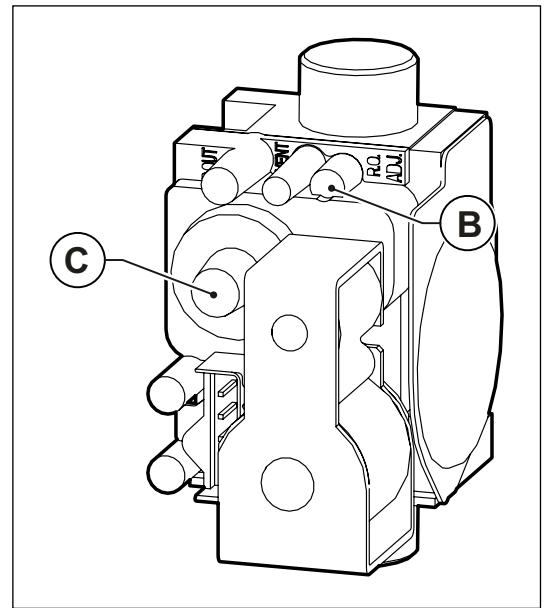

Рис. 30 Регулювання концентрації вуглекислого газу
- Відрегулюйте рівень вмісту вуглекислого газу (CO2) в димових газах за допомогою відповідного регулятора **В** (дивись Рис. 30 Регулювання концентрації вуглекислого газу) та переконайтеся, що його значення знаходиться у межах, вказаних в Таб. 20 Вміст CO2 в димових газах. Не виключаючи режим "сажотрус", перейдіть до наступного етапу - регулюванню на мінімальній потужності.
- Відрегулюйте рівень вмісту вуглекислого газу (CO2) в димових газах, обертаючи гвинт «offset» **С** (дивись Рис. 30 Регулювання концентрації вуглекислого газу) та переконайтеся, що його значення знаходиться у межах, вказаних в Таб. 20 Вміст CO2 в димових газах.